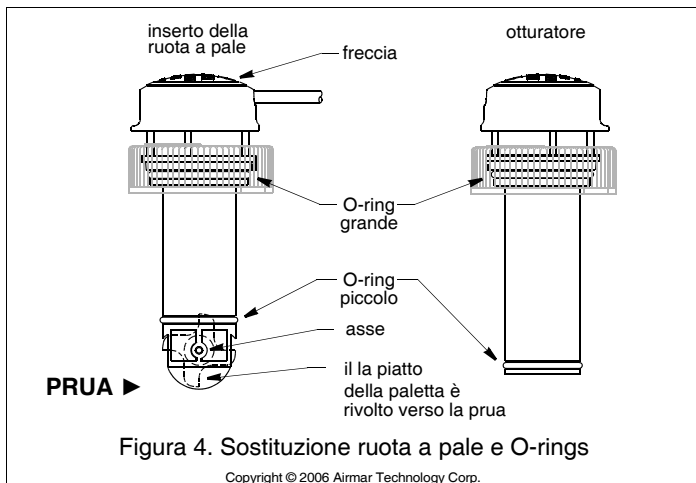

Figura 4. Sostituzione ruota a pale e O-rings
1. Per realizzare un fissaggio a tenuta stagna, gli O-ring devono essere intatti e perfettamente lubrificati. Sull'otturatore, ispezionate gli O-ring (sostituendoli se necessario) e lubrificateli con un lubrificante al silicone o al petrolio (come la Vaseline®) (vedi Figura 4).
1. Utilizzando il nuovo asse, spingete fuori il vecchio asse per circa 6mm (1/4"). Rimuovete il vecchio asse utilizzando le pinze (v. Figura 4).